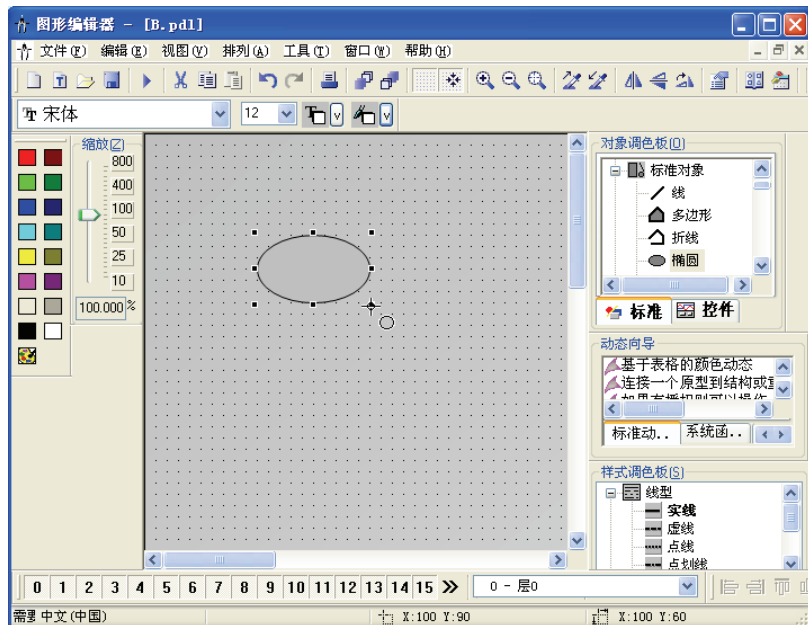

图 5-13 “窗口和管对象”窗口 (2)
- 3) 按住鼠标的左键不放，拖动鼠标，便可拖出椭圆，如图 5-13 所示。